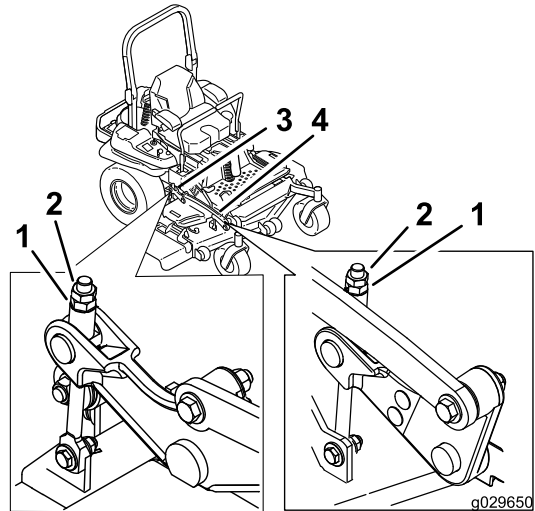

Figura 95
11. Gire el tornillo de ajuste hasta obtener una altura de 7.6 mm (3") (Figura 95).
17. Gire el tornillo de ajuste hasta obtener una altura de 8.3 cm ($3\frac{1}{4}$ ") (Figura 95).